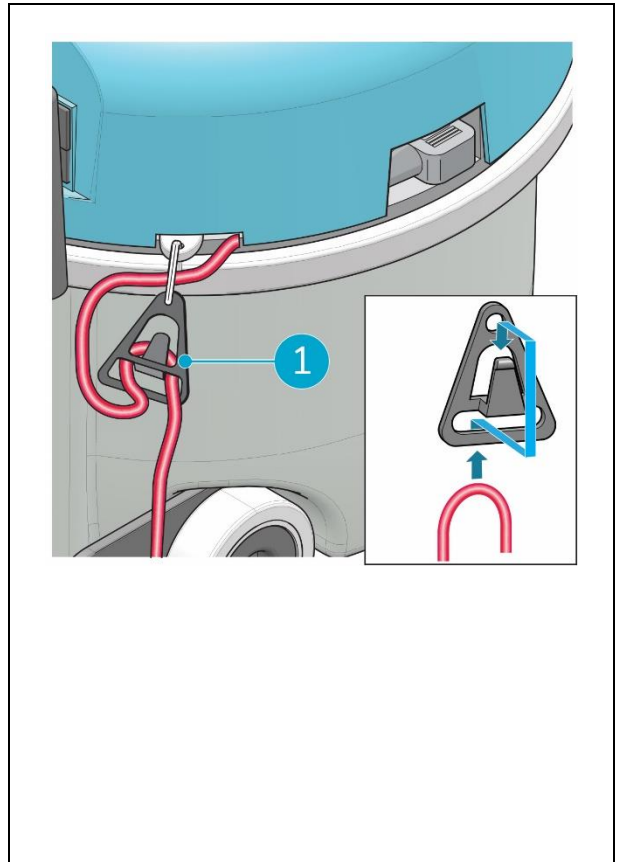

Figure 17
1. Vérifiez que le câble d'alimentation est placé dans le réducteur de tension (fig. 17, pos. 1).